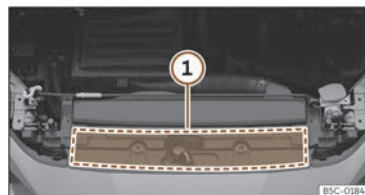

Abb. 227 Im Motorraum: Position des Aufklebers mit Motoröl-Spezifikationen
raums >>> (Abb. 227) ①. Bei Verwendung des empfohlenen Motoröls kann das Motoröl so oft wie erforderlich nachgefüllt werden.